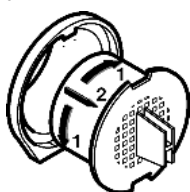

Fig. 24
- Поверните фильтр с активированным углем на 90° вправо или влево Fig. 24 (1).
- Извлеките Fig. 24 (2) фильтр с активированным углем.
- Поверните новый фильтр с активированным углем на 90° вправо или влево Fig. 24 (1) до защелкивания фиксатора.